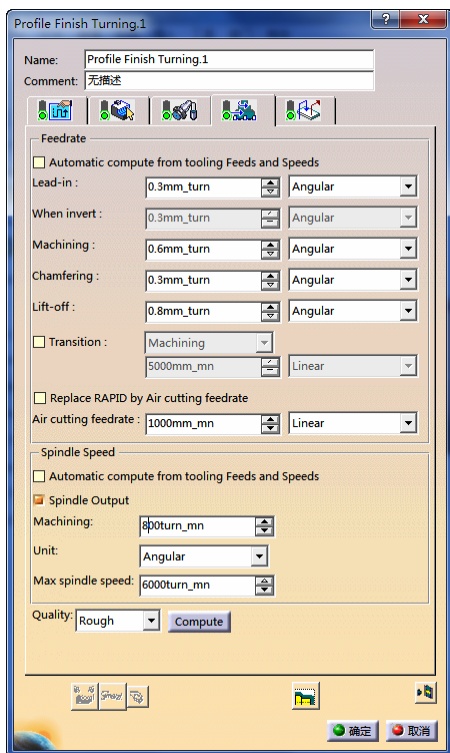

图 7-100 进给率参数选项卡（5）
4) 定义进给率。单击“Profile Finish Turning.1”对话框中的，切换到进给率参数选项卡（5），如图 7-100 所示。